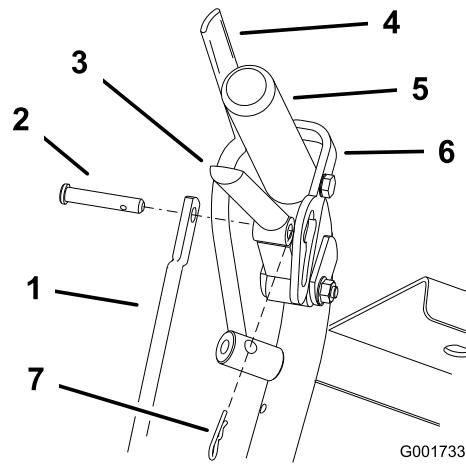

Bild 37
1. Lassen Sie den Antriebshebel los und entfernen Sie den Splint und Lastösenbolzen, um die Länge der Stange einzustellen. Drehen Sie die Stange im Stangen-Anschlussstück (Bild 37).
4. Stecken Sie den Lastösenbolzen in den Antriebshebel (Bild 37).
- Stecken Sie den Splint zwischen den Antriebshebeln und den Neutral-Arretierungen in die Lastösenbolzen (Bild 37).